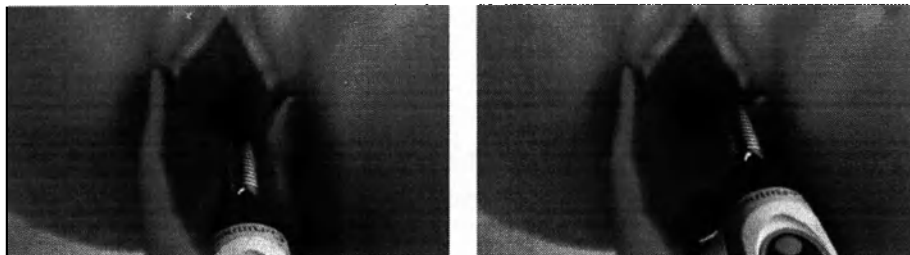

Рисунок 5.53 Облучение преддверия и входа во влагалище.
- Выберите на лазерной системе режим RenovaLase1 и манипулу Cont Full 30 или Cont Full 25 в соответствии с выбранным спекулум. Использовать заданные параметры, как представлено на сенсорном экране лазерной системы (Рисунок 5.53).